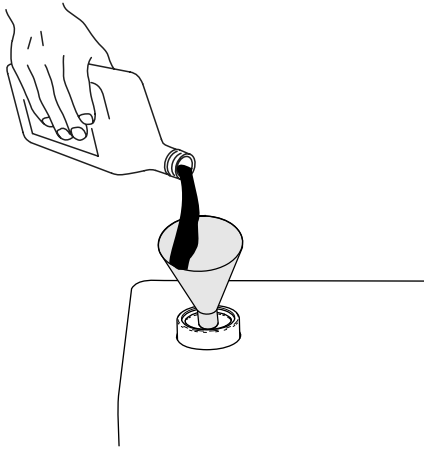

Figura 115
7. Si el nivel de fluido está por debajo de la marca inferior de la varilla, añada fluido hidráulico del tipo especificado al depósito (Figura 115). Repita los pasos 4 a 6 hasta que el nivel de fluido esté entre las 2 marcas de la varilla.